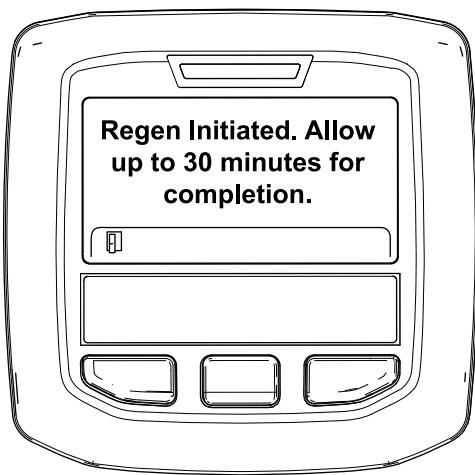

Figura 33
- Se a regeneração for permitida, surge a mensagem "Regen Initiated. Allow up to 30 minutes for completion" (Regen. iniciada. Aguarde 30 minutos até ser concluída) no InfoCenter; aguarde até que a máquina conclua o processo de regeneração em estacionamento (Figura 33).